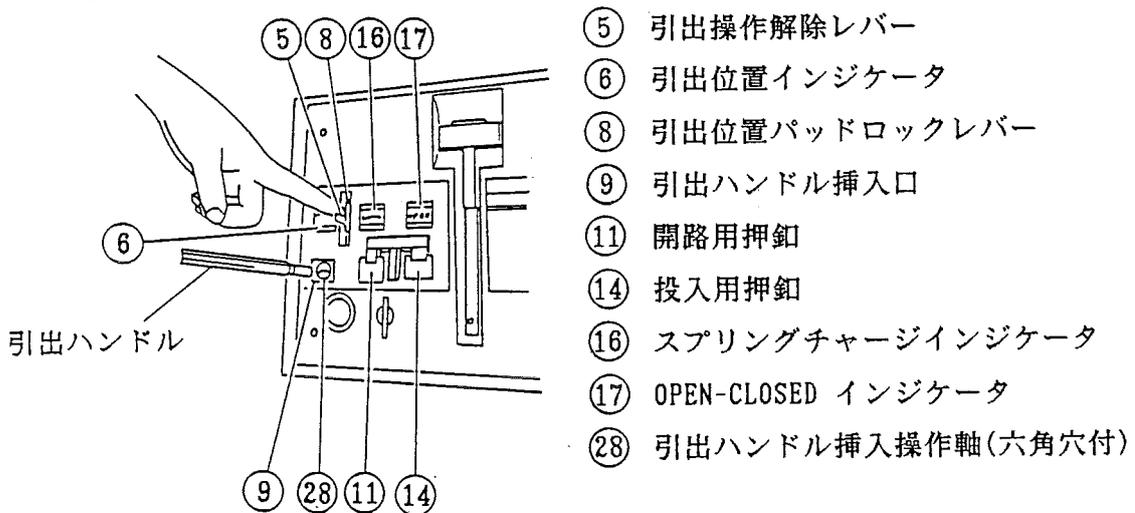

図18. 引出ハンドル挿入口をあける方法
閉路(「CLOSED」)のときは、開路用押釦(図18 (11))を押して開路して下さい。
- 3) 引出操作解除レバー(図18 (5))を下側へ倒すと、引出ハンドル挿入口(図18 (9))のシャッターが開きます。
- 4) 引出ハンドルを引出ハンドル挿入操作軸(六角穴付)(図18 (28))に差し込み、反時計方向(銘板表示「OUT」方向)にまわすと、遮断器が引出されます。
このとき、引出操作解除レバー(図18 (5))は上側へ復帰しますが、そのまま、引出操作を進めて下さい。
引出位置インジケータ(図18 ⑥)は「TEST」を表示します。
#### 1-2. 試験位置から断路位置への引出(SHEET NO.27 図18参照)
- 1) 遮断器を試験位置に引出した後、再度引出操作解除レバー(図18 ⑤)を下側へ倒して下さい。
このとき引出操作解除レバー(図18 ⑤)は上側へ復帰しますが、そのまま引出操作を進めて下さい。 遮断器が断路位置まで引出されると、「カチッ」と機械音がして、遮断器はロックされ、引出ハンドルはまわすことができなくなります。
引出位置インジケータ(図18 ⑥)は「ISOLATED」を表示します。